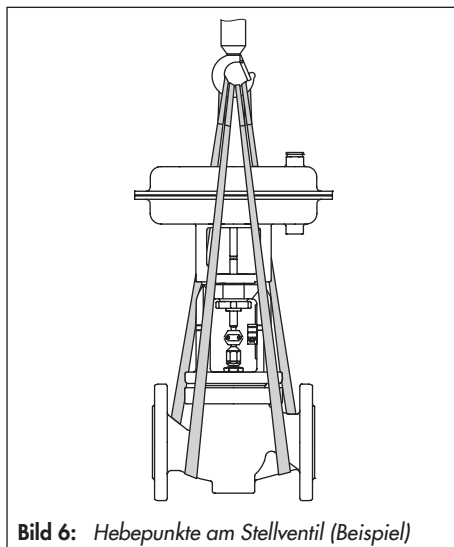

Bild 6: Hebepunkte am Stellventil (Beispiel)
- Sicherstellen, dass die Anschlagmittel am Ventilgehäuse die gesamte Last tragen (vgl. Bild 6).
SAMSON empfiehlt, als Tragmittel einen Haken mit Sicherheitsverschluss zu verwenden (vgl. Bild 6). Der Sicherheitsverschluss verhindert, dass die Anschlagmittel beim Heben und Transportieren vom Haken rutschen.